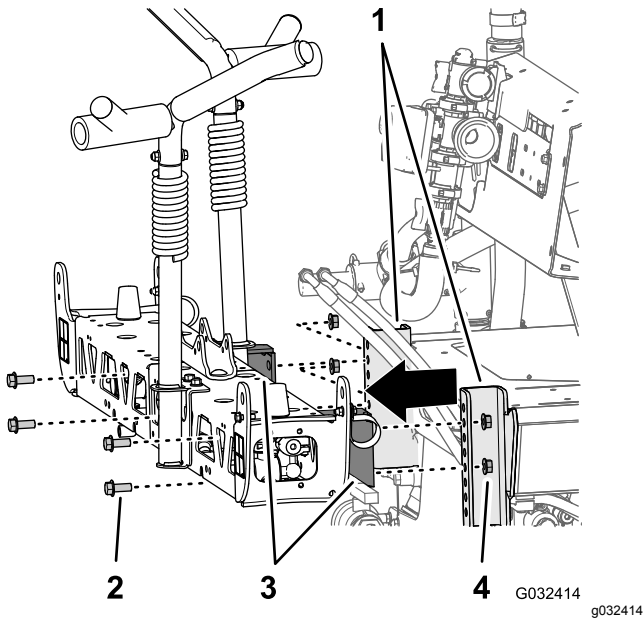

Bild 69
4. Entfernen Sie die vier Bundkopfschrauben (1/2" x 1-1/4") und vier Sicherungsbundmutter (1/2"), mit denen die Stützhalterungen für den mittleren Auslegerabschnitt am Befestigungs kanal am Rahmen des Sprühdüsenfahrzeugs befestigt sind, und nehmen Sie den mittleren Auslegerabschnitt von der Maschine ab (Bild 69).